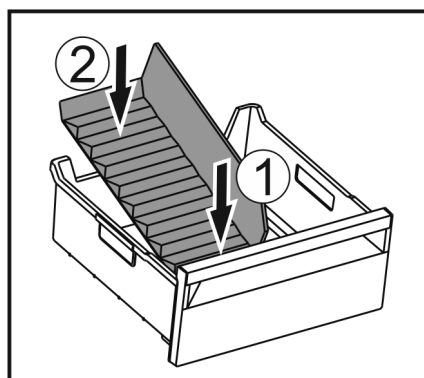

Fig. 174
- Sett inn den fremre delen av isrom-deleren. Fig. 174 (1)
- Senk den bakre delen av isrom-deleren til bunnen av skuffen. Fig. 174 (2)